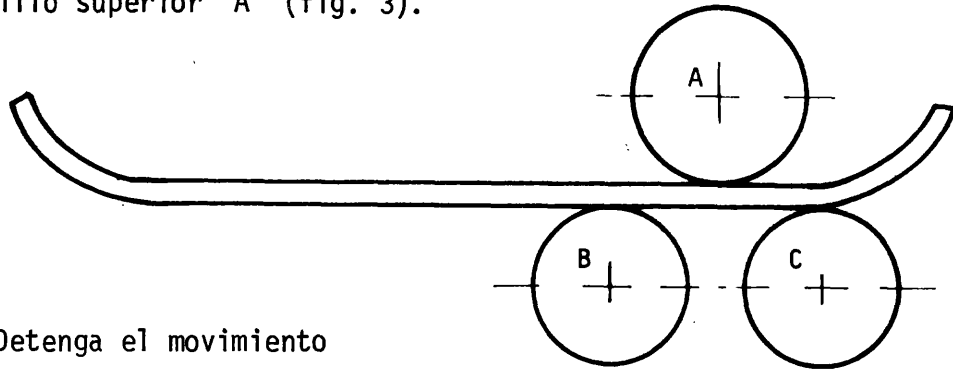

Fig. 3
- ___ c Accione el mecanismo de giro para que se desplace la chapa, hasta que la iniciación de una de las curvas se aproxime al rodillo superior "A" (fig. 3).